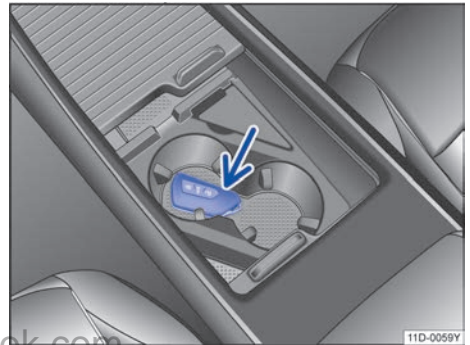

图 107 在中控台中：应急启动功能
– 将汽车钥匙放在中控台上的饮料罐托架后部或前储物箱中→ 图 107。